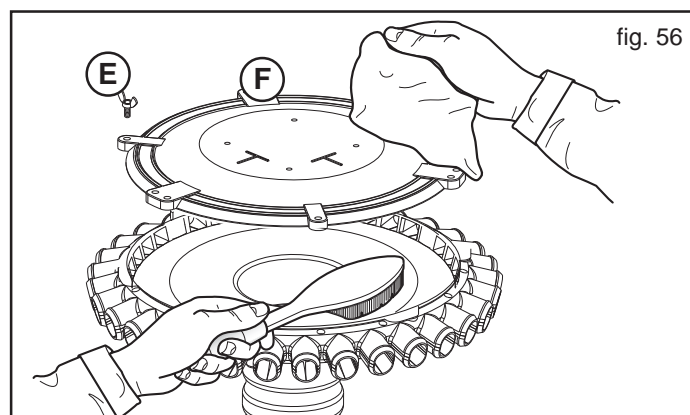

fig. 56
LA FIECARE 50 DE ORE DE LUCRU	<ul style="list-style-type: none"> <li>- Efectuati o curatare completa a corpului dozator (vezi capitolul 3.4).</li> <li>- Efectuati o curatare completa a capului de distributie (Fig. 56):               <ul style="list-style-type: none"> <li>• Destrangeti si indepartati piulitele (E);</li> <li>• Indepartati capacul distribuitorului (F);</li> <li>• Curatati cu o perie partile din metal si cu o carpa partile din plastic;</li> <li>• Remontati capacul si fixati-l cu piulitele corespunzatoare.</li> </ul> </li> </ul>